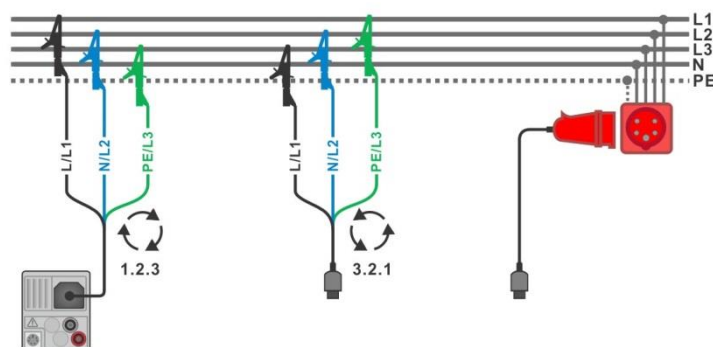
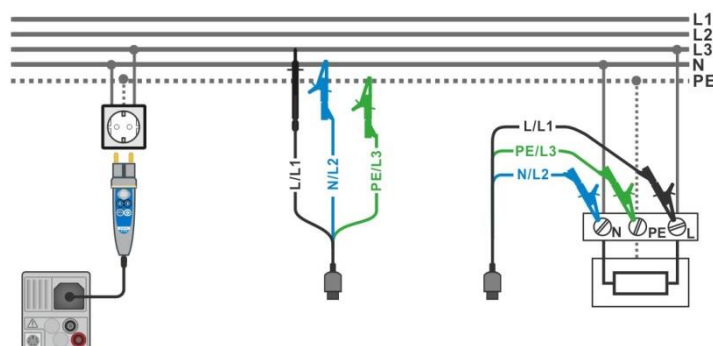

Figura 7.2: Conexión de una punta de prueba de tres hilos y un adaptador opcional en un sistema trifásico
Figura 7.3: Conexión del Commander y una punta de prueba de tres hilos en un sistema monofásico
- Conecte las puntas de prueba al objeto a prueba, vea la **Figura 7.2** y **Figura 7.3**.